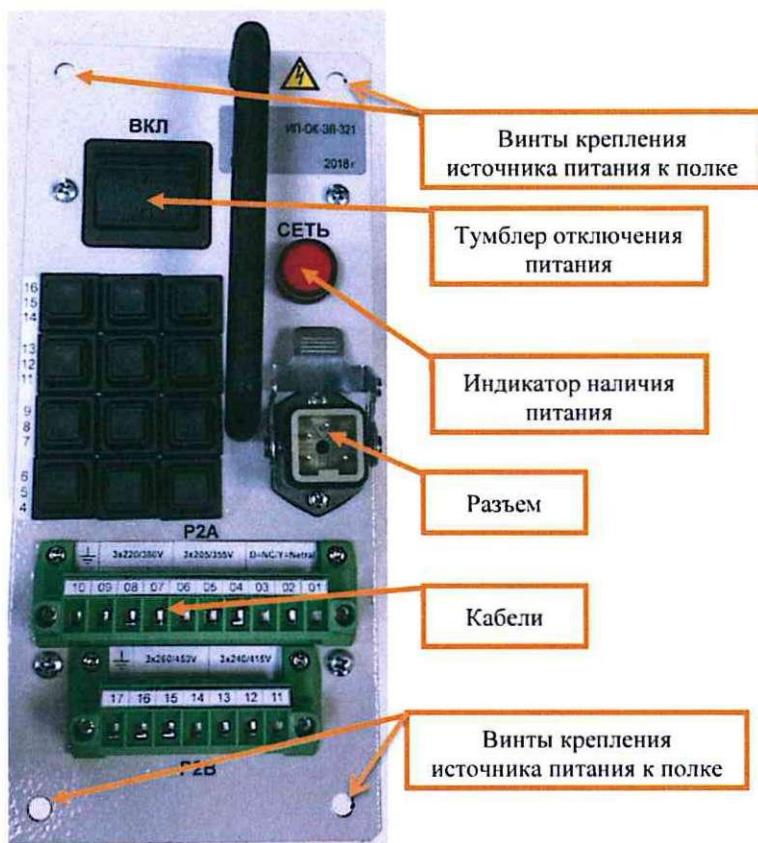

Рисунок 7. Внешний вид ИП-ОК-ЭЛ-321.
7.3.3 Отключить питание на лицевой панели источника питания путем нажатия тумблера «ВКЛ», должен погаснуть красный индикатор «СЕТЬ» (Рисунок 7).
(Рисунок 7).
7.3.6 Отвернуть винты крепления источника питания к поддону с помощью отвертки «звездочка» и изъять заменяемый источник питания (Рисунок 7).
7.3.9 Включить питание на лицевой панели источника питания путем нажатия тумблера «ВКЛ», должен загореться красный индикатор «СЕТЬ» (Рисунок 7).